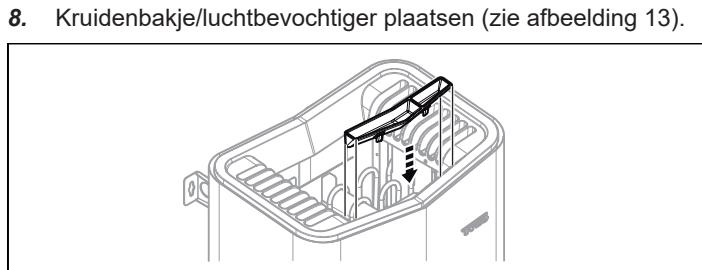

Afbeelding 12: Afstanden
7. Bevestig de schroeven van de beugel op de aangegeven afstanden (zie afbeelding 12).